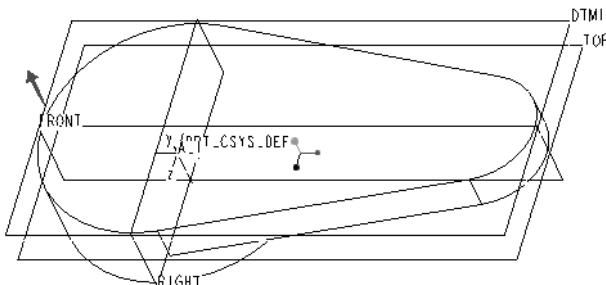

图 3.33 圆柱体 C 生成方向
- (3) 再次打开【拉伸】操控板。
- (4) 仍然采用单侧生成方式。
- (5) 选取 DTM1 为草绘平面，系统提示选择拉伸的生成方向，采用系统默认方向，其箭头显示方向如图 3.33 所示。将草绘参照设置为默认状态。